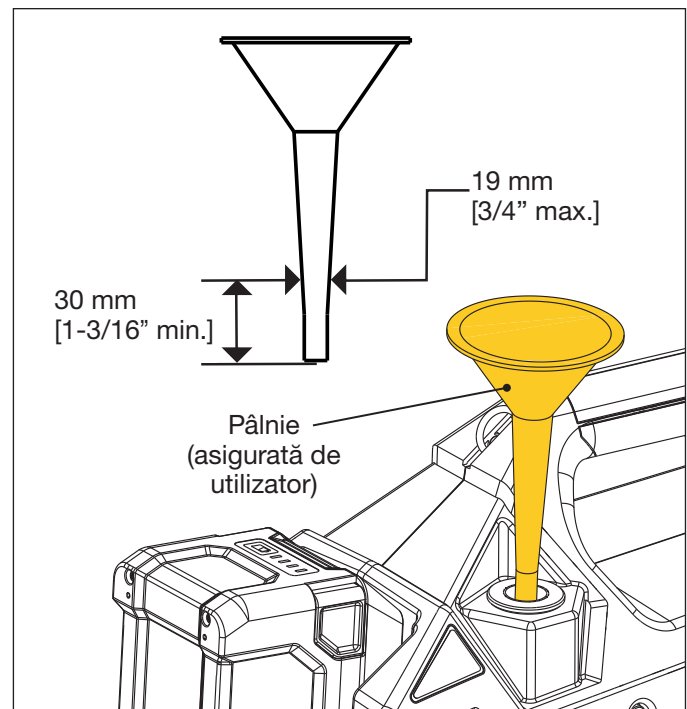

Figura 13: Adăugarea uleiului folosind pâlnia
5. Amplasați o pâlnie (maximum 19 mm [3/4"] diametru exterior tijă și cel puțin 30 mm [1-3/16"] lungime) prin orificiul de umplere și în tubul de umplere cu ulei. Consultați Figura 13.